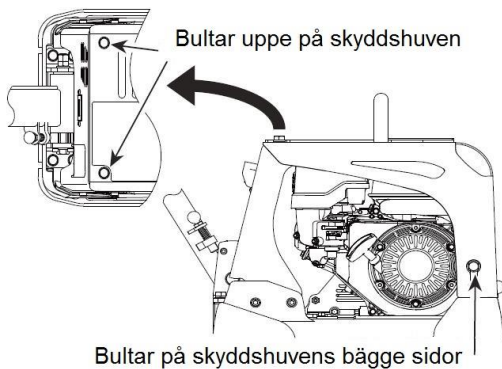

Fig.23
1. Lossa och avlägsna bultarna uppe på den främre skyddshuven. Lossa bultarna på skyddshuvens sidor (utan att avlägsna dem). (Fig. 23)
4. Stäng skyddshuven genom att försiktigt fälla tillbaka den och sen trycka ner den till ursprungsläget (stängt läge). Drag åt bultarna med angivet åtdragningsmoment. (Fig. 23)